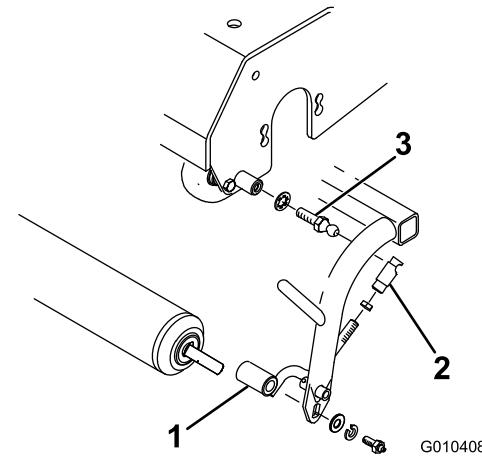

Figura 7
4. Ao montar o Kit de triplo-rolo nas unidades de tração **Greensmaster 3050, 3100 ou 3150**, utilize o perno esférico e anilha de diâmetro pequeno em cada extremidade do triplo-rolo (Figura 7). Ajuste as articulações para que fiquem viradas para a frente, o máximo possível.